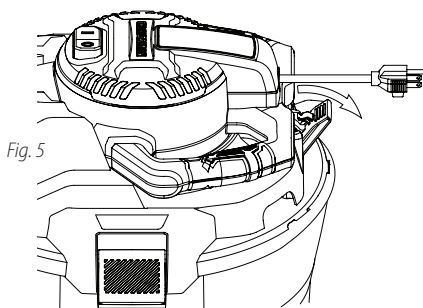
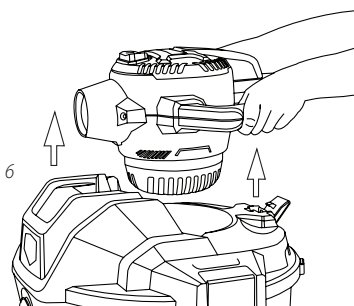

Fig. 5
Fig. 6
20. Para retirar el soplador **3** de la cubierta del depósito, tire del pestillo del soplador hacia abajo para destrabar el soplador del receptáculo. **Fig. 5** Agarre ambas manijas del soplador y tire con un movimiento ascendente **Fig. 6.**